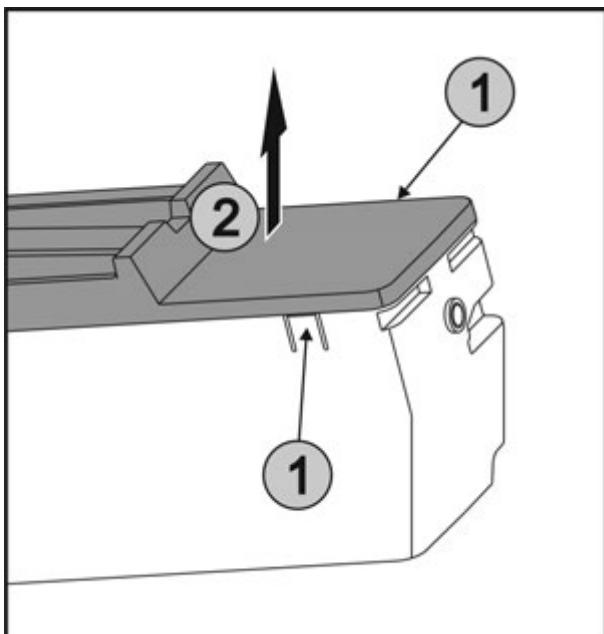

Fig. 48
- Накладки Fig. 48 (1) з обох боків EasyTwist-Ice натиснути одночасно і кришку Fig. 48 (2) вийняти рухом вгору.